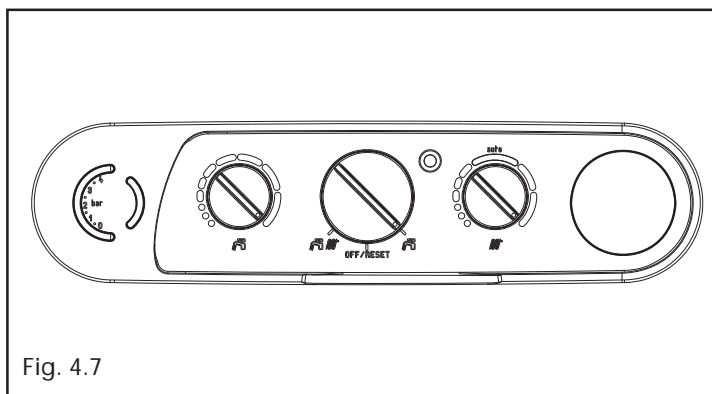

Fig. 4.7
- portare il selettore di funzione su  (estate) (fig. 4.7)